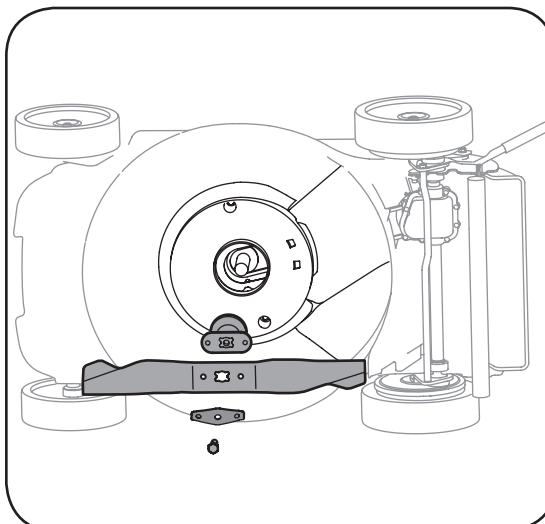

Figura 5-2: Retire el perno y el soporte de campana de la cuchilla para tener acceso a la cuchilla.
2. Saque el perno y el soporte de campana de la cuchilla que sostienen la cuchilla y el adaptador de la misma al cigüeñal del motor, Figura 5-2.
3. Saque la cuchilla y el adaptador del cigüeñal, Figura 5-2.
4. Quite la cuchilla, el adaptador de cuchilla y partes metálicas asociadas, Figura 5-2.